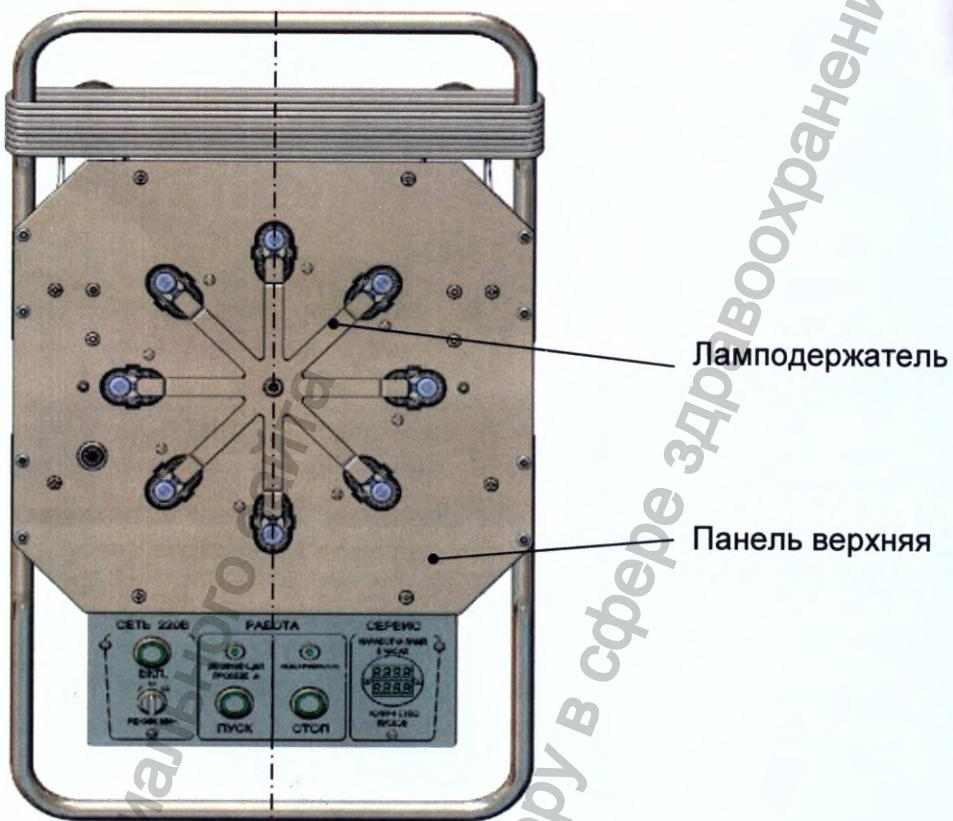

Рис. 20. Правильное угловое положение ламподержателя.
Выставить правильное угловое положение ламподержателя относительно верхней панели установки в соответствии с рис. 20, и окончательно затянуть гайку M6 гаечным ключом S13.
- Установить защитную решетку на панель верхнюю, при этом стойка ламп должна проходить сквозь центрирующее отверстие в верхней части решётки, а каждая петля решётки была надета на ответный фиксатор на панели верхней (рис. 20 и рис.22).